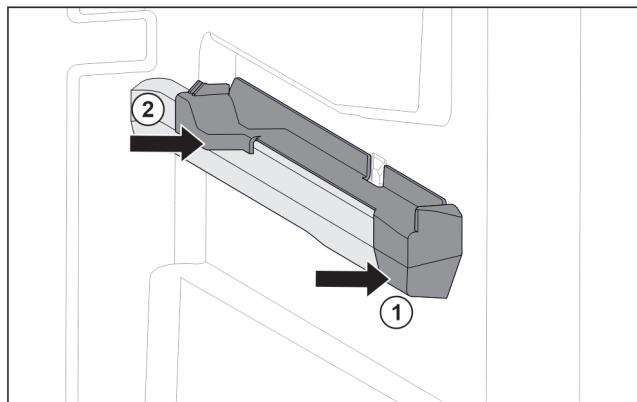

Fig. 53 Násuvný diel na pravom rebre nádoby
- Nasadte násuvný diel vpredú na rebro nádoby. Fig. 53 (1)
- Pritlačte násuvný diel vzadu. Fig. 53 (2)